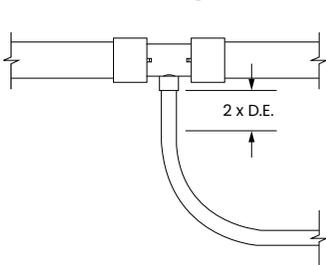

Figure 6-2: Cintrage adéquat
Le rayon de cintrage minimal des tuyaux en PEX d'Uponor est de six (6) fois le diamètre extérieur. Des supports de cintrage sont disponibles pour les tuyaux de 3/8", 1/2", 3/4" et 1" – ces supports peuvent être utilisés pour faciliter les cintrages rigides à 90°. Des conduits larges en PVC peuvent être utilisés pour faciliter le cintrage à 90° de tuyaux en PEX plus larges. Pour réduire la contrainte sur les raccords ProPEX, éviter de changer de direction immédiatement après le raccordement. Pour déterminer si le changement de direction est trop abrupte, consulter le **tableau 6-1** et les **figures 6-2 et 6-3**. Uponor